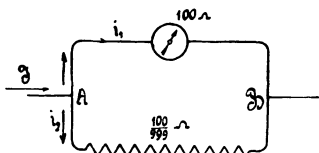

Abb. 16.
Welcher Strom fließt durch die unverzweigte Leitung, wenn das Weston-Amperemeter 100 [130] (115) Grad Ausschlag anzeigt? (Abb. 16.)